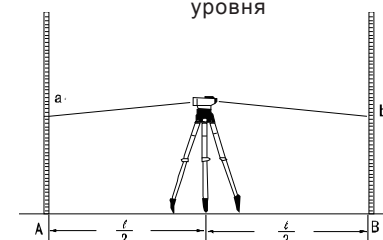

Рис.12
- (1) Установите инструмент наполовину между точками А и В, рейка А и В будут на расстоянии 30~40М, показания будут a_1, b_1 (Рис. 12)